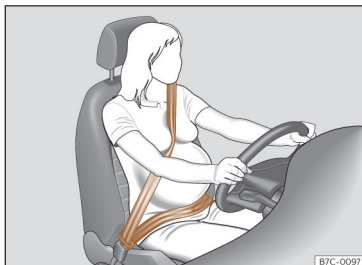

Fig. 26 Ajustement recommandé de la sangle de ceinture de sécurité pour les femmes enceintes.
Dans le cas des **femmes enceintes**, la ceinture de sécurité doit passer de manière uniforme sur le buste et à plat le plus bas possible devant le bassin pour ne pas faire pression sur le ventre ; en outre, elle doit être utilisée pendant toute la grossesse >>> **fig. 26.**
- Dans le cas des femmes enceintes, la sangle sous-abdominale de la ceinture de sécurité doit passer le plus bas possible devant le bassin, à plat et « en contournant » le ventre >>> **fig. 26.**